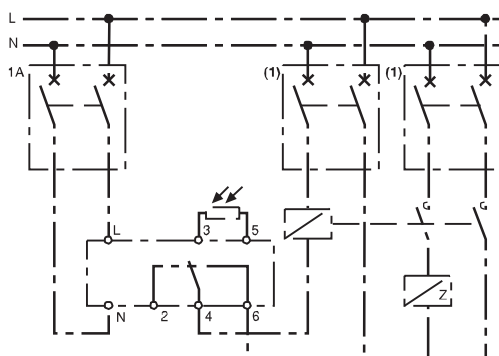

Fig. 4
- puissance > 10 A, $\text{Cos } \varphi = 1$: vous devez relayer votre charge avec un contacteur (fig. 4).
- puissance > 16 A, $\text{Cos } \varphi = 1$: vous devez relayer votre charge avec un contacteur (fig. 4).